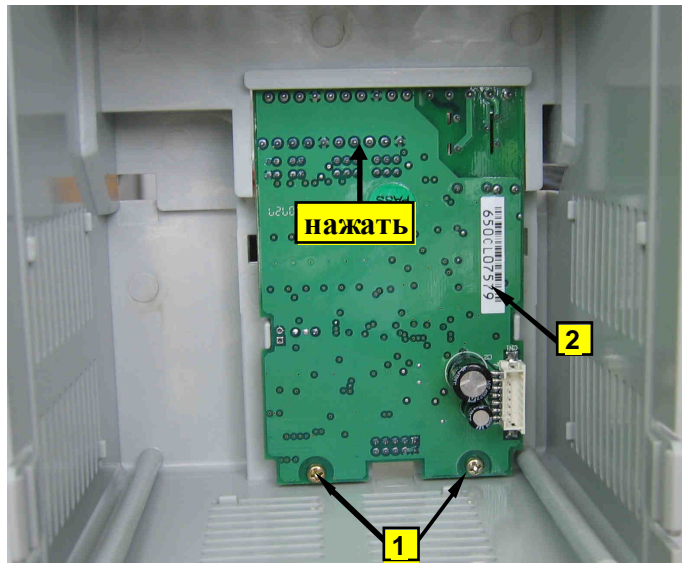

Рис. 6.8
6.4.2. Отвернуть 2 винта 1 крепления платы ЦП к верхней части корпуса (рис. 6.8).
6.4.3. Нажать на нижнюю часть платы ЦП (рис. 6.8.) и извлечь ее. Положить плату в тару.
7.4.1. Вставить плату ЦП 2 в верхнюю часть корпуса с внутренней стороны (рис. 6.8).
7.4.2. Закрепить плату ЦП 2 двумя винтами 1 (рис. 6.8).